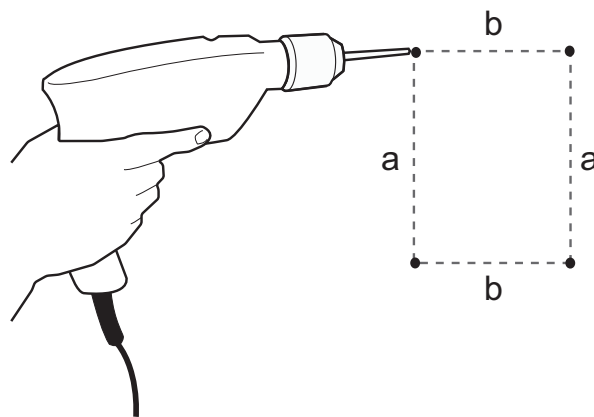

Fig. 5 Boring af huller i væggen
1. Markér monteringshullerne på væggen med boreskabelonen. Se fig. 5.
2. Bor hullerne. Se fig. 5.